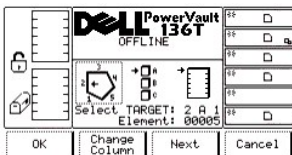

図 35. Command > Move > Position Picker ダイアログ
Position picker を選択すると、ポジションピッカー ダイアログが表示されます。図 35 を参照してください。このオプションは、特定の元素の前にあるピッカーの位置を定めます。
- 1 **Next** ソフトキーの下にあるボタンを選択すると、現在のパラメータは、ポジションピッカー ダイアログで示されるようにスロットからコラムに変わります。 図 35 を参照してください。